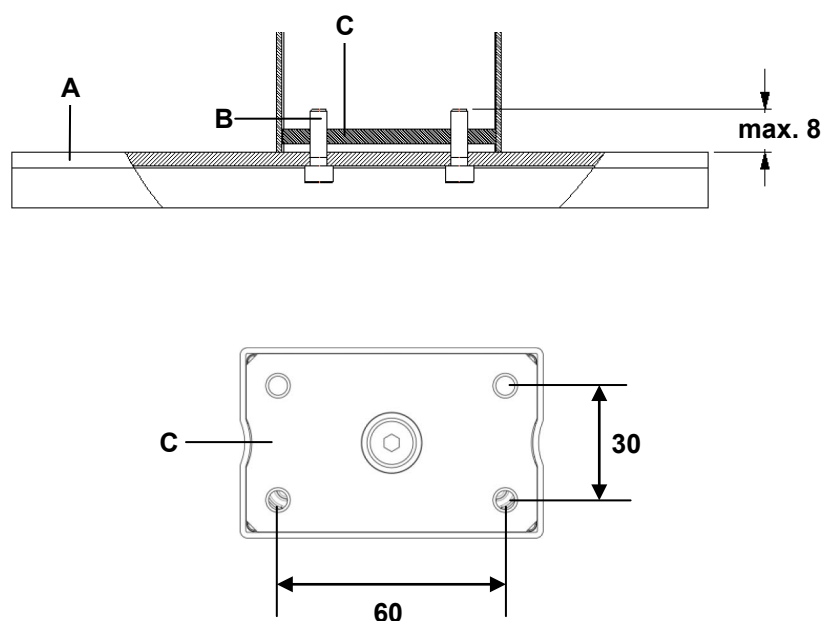
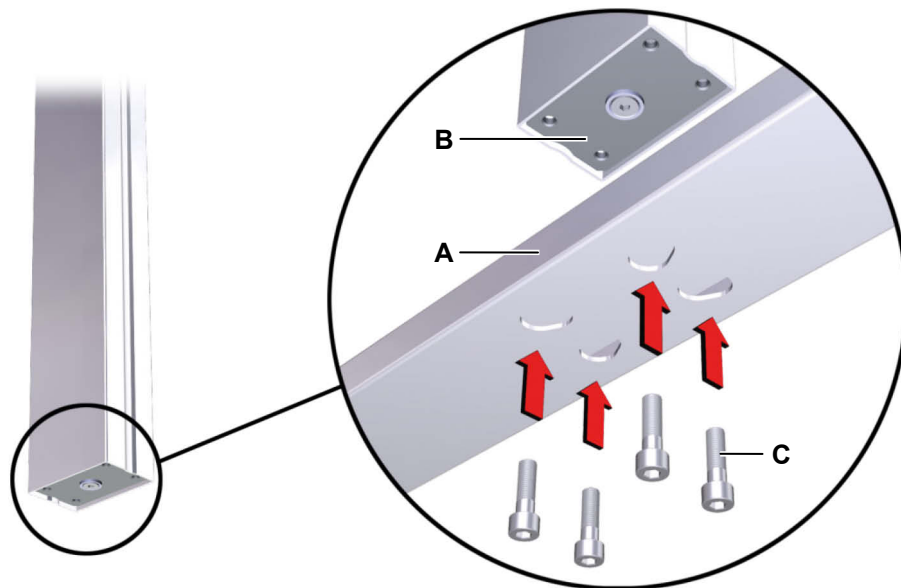

Abbildung 16 Montage Tischfuß (Angaben in mm)
Abbildung 17 Montage Tischfuß
- Verwenden Sie Schrauben M6 (Festigkeitsklasse 8.8), wie in Abbildung 16 gezeigt. Das Anzugsdrehmoment darf maximal 10 Nm betragen.
- 1 Schrauben Sie den Tischfuß mit vier Schrauben an das Fußende der Hubsäulen DD11 und DD21, wie in Abbildung 17 gezeigt (maximales Anzugsdrehmoment 10 Nm). Die Montagemaße entnehmen Sie Abbildung 16.